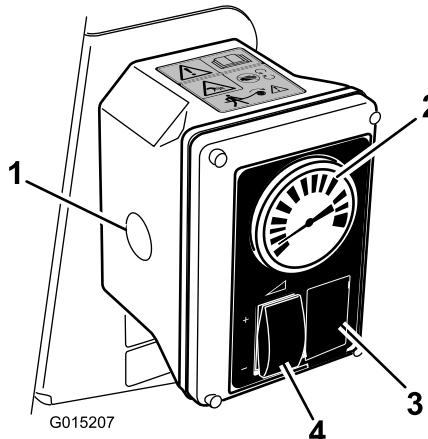

図 13
6. 水圧計が希望値を示すように水圧をレート制御スイッチでとスロットルで調整する図 13。